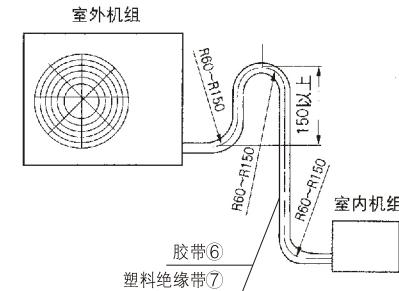

图 7
(2) 安装时如必须加长连接铜管，请按第32页表(2)要求选择。
(3) 室内、外机高度差必须小于5米。
(4) 当室外机比室内机高时，必须将铜管弯制“回油弯”如图7。